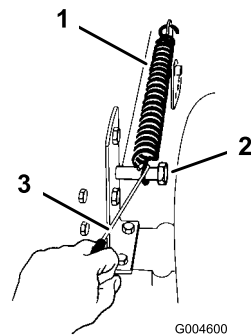

Figura 39
9. Retire el muelle de elevación asistida de altura de corte del perno de retención (Figura 39), usando la herramienta suministrada con el tractor.
19. Enganche el muelle de elevación asistida de altura de corte sobre el perno de retención (Figura 39), usando la herramienta suministrada con el tractor.